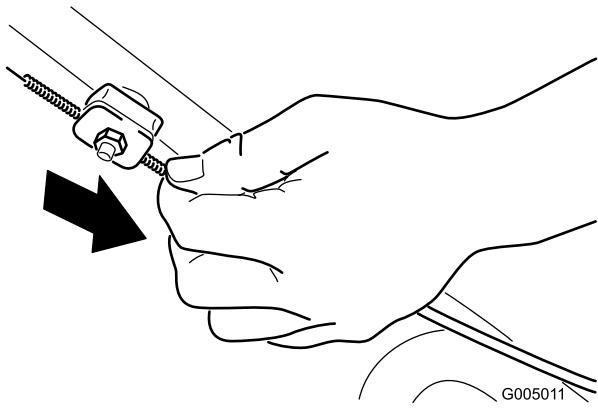

Figura 33
2. Tire hacia abajo de la cubierta del cable (hacia el cortacésped) hasta eliminar la holgura en el cable (Figura 33).